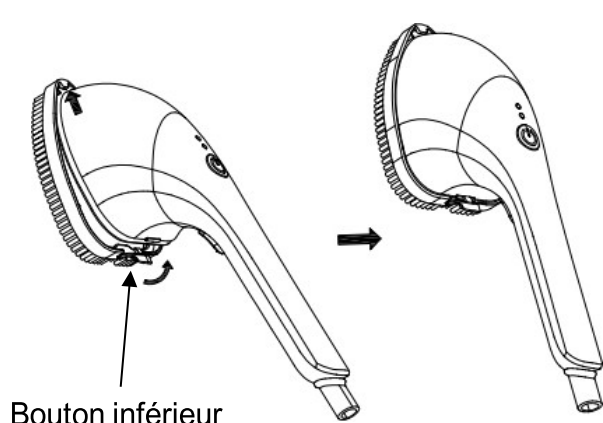

Figure 6
1. Fixer la brosse au fer à repasser dans la direction indiquée et appuyer doucement sur le bouton inférieur de la brosse jusqu'à ce que vous entendiez un déclic (figure 6).